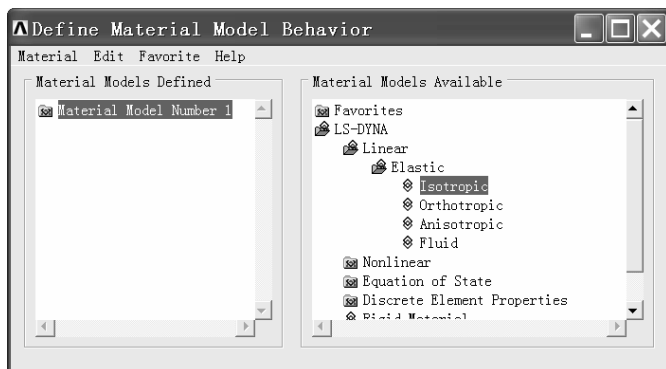
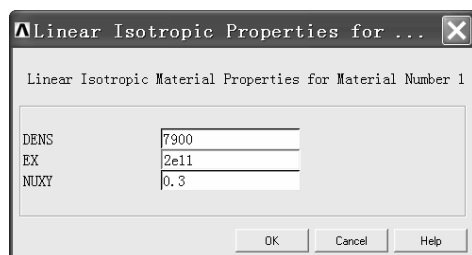

图 3-16 “Define Material Model Behavior” 窗口
图 3-17 “Linear Isotropic Properties for...” 窗口
- (4) 在“Library of Element Types”窗口的左方框中选中“LS-DYNA Explicit”, 在右方框中选中“3D Solid 164”, 再单击“OK”按钮返回“Element Types”窗口, 单击“Element Types”窗口中的“Close”按钮。
- (5) 依次选择 Main Menu>Preprocessor>Material Props>Material Models, 弹出“Define Material Model Behavior”窗口 (见图 3-16)。单击窗口右方框中的“LS-DYNA”→“Linear”→“Elastic”→“Isotropic”, 弹出“Linear Isotropic Properties for...”窗口 (见图 3-17)。
- (6) 在“Linear Isotropic Properties for...”窗口中“DENS”后的方框内输入 7900, 在“EX”后的方框内输入  $2 \times 10^{11}$ , 在“NUXY”后的方框中输入“0.3”。以上输入表示: 材料的密度为  $7900 \text{ kg/m}^3$ , 杨氏模量为  $2 \times 10^{11} \text{ Pa}$ , 泊松比为 0.3。再单击“OK”按钮返回到“Define Material Model Behavior”窗口, 单击该窗口右上角的叉号关闭该窗口。